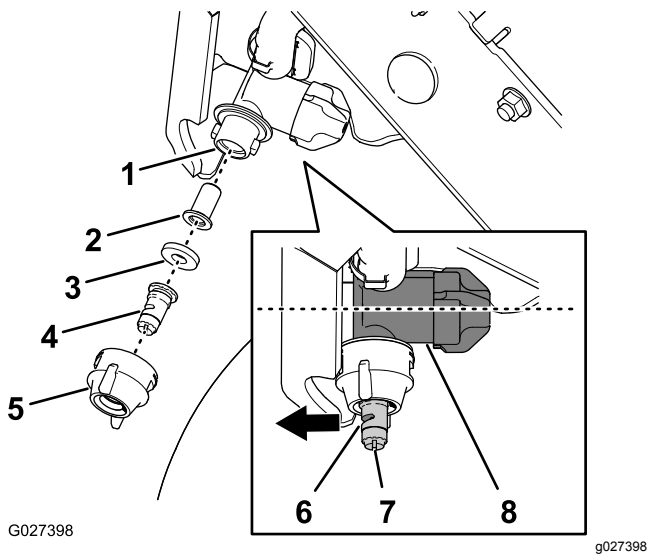

Figura 66
1. Gire el tapón de la boquilla 90° en sentido antihorario y retire el tapón del cuerpo de la boquilla (Figura 66).
- Retire la punta, la junta y el filtro de la carcasa de la boquilla (Figura 66).
- Monte el filtro en el cuerpo de la boquilla (Figura 66).
- Monte la punta y la junta en el tapón de la boquilla (Figura 66).
- Instale la punta, la junta y el tapón en el cuerpo de la boquilla (Figura 66).
Nota: Utilice la ranura para girar el atomizador (Figura 66) de la punta hacia adelante (en línea con la carcasa del regulador de caudal del cuerpo de la boquilla).
- Gire el tapón de la boquilla 90° en sentido horario (Figura 66).